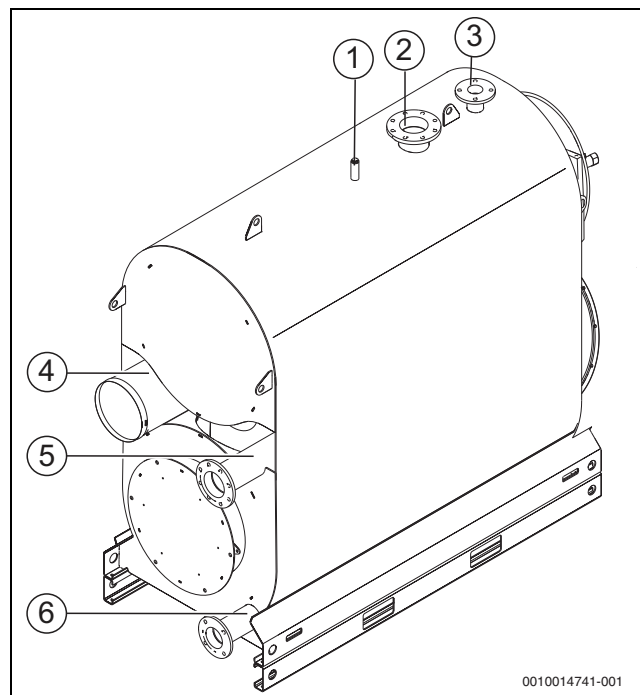

Рис. 12 Подключения котла
- ▶ Подключите подающую линию отопления к патрубку [VK] на котле (→ рис. 12, [2], стр. 21).
- ▶ Подсоедините предохранительный клапан к штуцеру подключения предохранительной линии [VSL] (→ рис. 12, стр. 21).